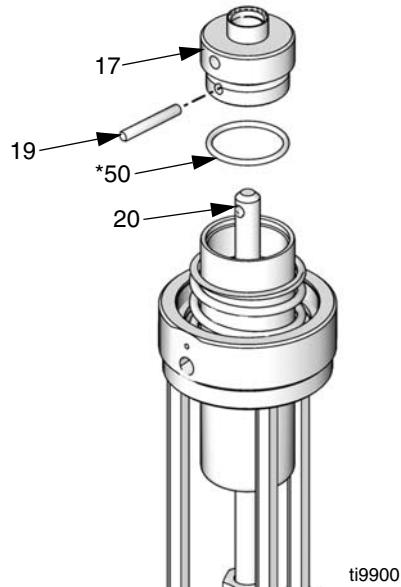

Рис.15
- 6 Только для пневматических двигателей серии В. Извлечь установочный штифт (19) и снять головку поршня (17) и передаточного вала (20). Снимите уплотнительное кольцо (50*) с крышки поршня. Осмотрите все детали на наличие повреждений. См. Рис.15.